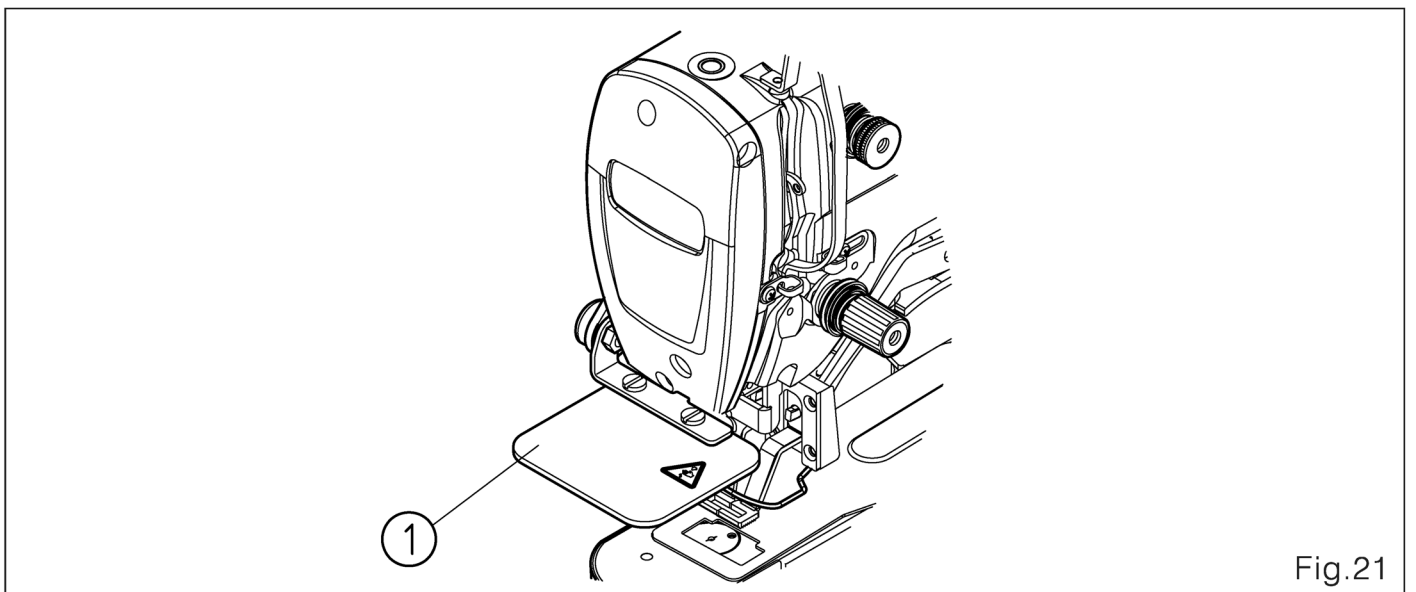

Fig.21
12. Use os óculos de proteção (Fig. 21)